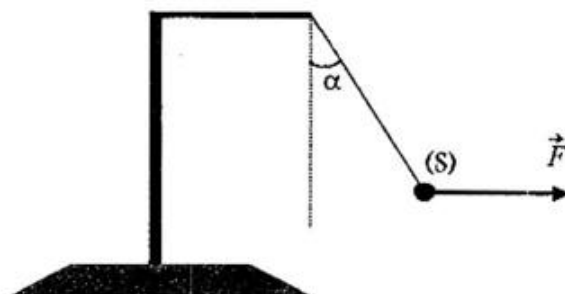

Figure 2
On considère le dispositif ci-dessous (voir fig 2).Un ressort de constante de raideur $K=50\text{N.m}^{-1}$ est fixé en A. Un solide de masse $m=1\text{Kg}$ est accroché à l'extrémité B. L'axe du ressort est maintenu en équilibre suivant la ligne de plus grande pente d'un plan incliné de $\alpha=45^\circ$ par rapport au plan horizontal.
Un opérateur exerce une force musculaire $\vec{F}$ horizontale sur le solide (S) supposé ponctuel. Lorsque le solide (S) est en équilibre, le pendule s'écarte d'un angle $\alpha = 30^\circ$ par rapport à la verticale (figure 2).
- 3.1 Pour chaque figure, représenter les forces extérieures qui s'exercent sur le solide (S). (01 pt)
- 3.2 Etablir la condition d'équilibre du solide (S) pour la figure 2. (0,5 pt)